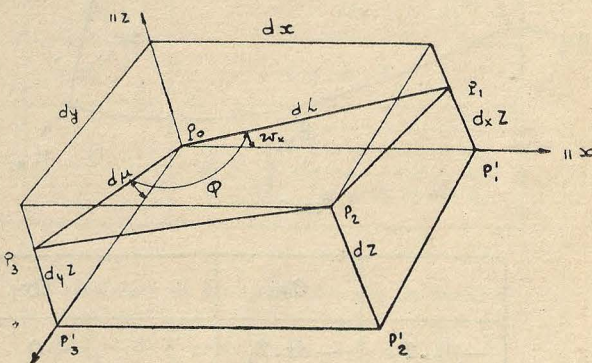

FIG. 8.
2. En el entorno superficial de P_0 (figs. 8 y 10) se considera la fuerza unitaria del borde P_0P_1 que se descompone en las direcciones P_0P_1 y P_0P_3 . Sus dos